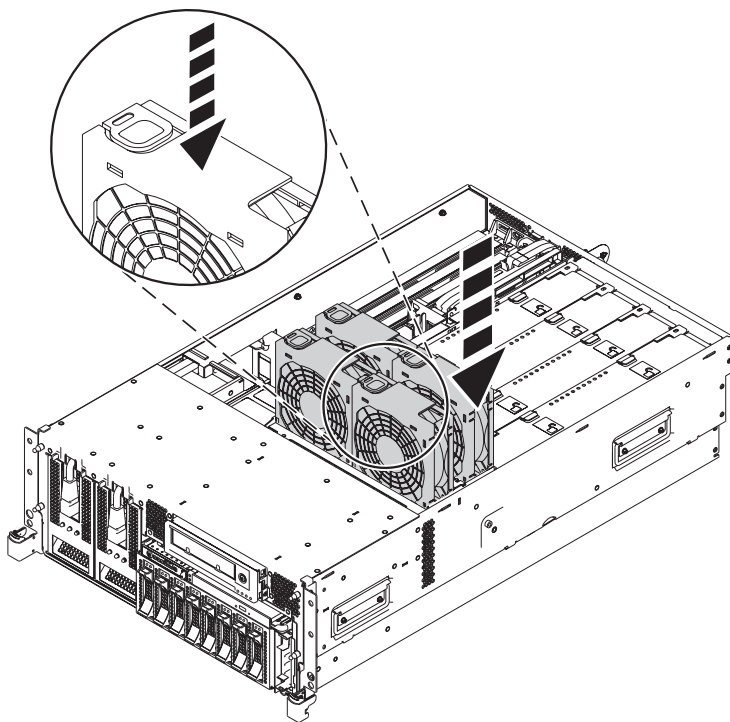

Abbildung 17. Ventilatoren in Ventilatorrahmen installieren
- c. Setzen Sie zur Installation der Ventilatoren die Ventilatoren in die entsprechenden Positionen im Ventilatorrahmen ein und drücken Sie sie nach unten, bis sie einrasten (siehe Abb. 17).